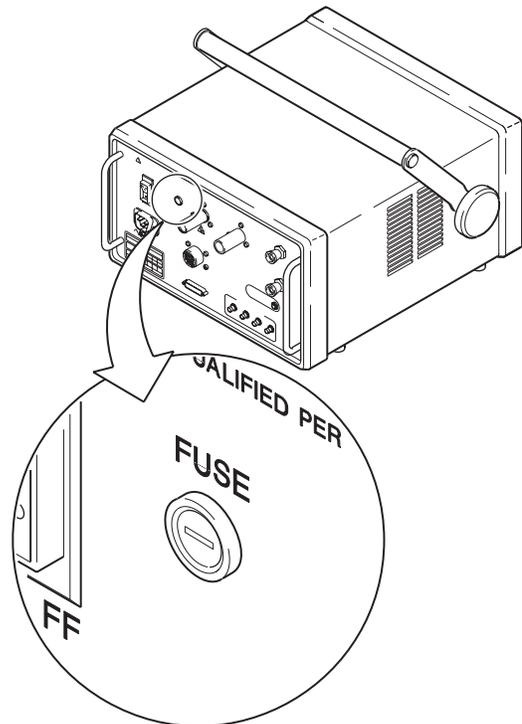

Figura 104 Posición del fusible cerámico
- a. Desenrosque el portafusibles utilizando un destornillador de cabeza plana. Véase la Figura 104.